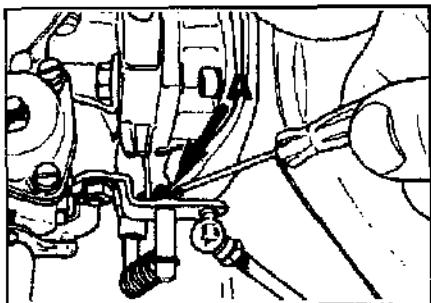

Рис.2 Винт регулировки холостого хода.
- г) Если показания отличаются от заданных, то регулировка проводится винтом (А) дроссельной заслонки (Рис.2).